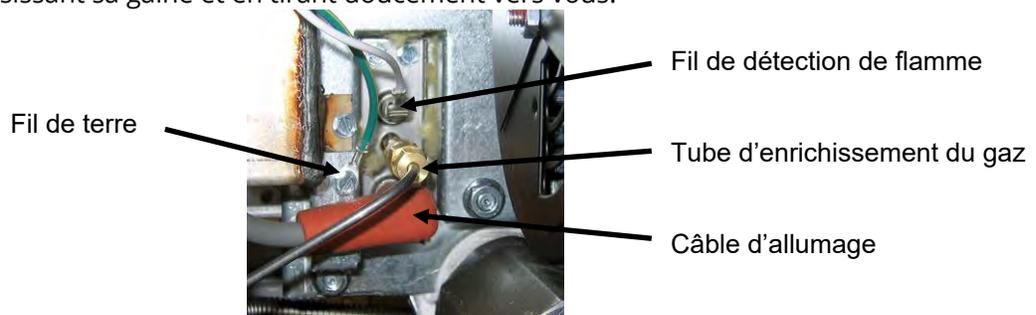

Figure 7
4. Retirer le ventilateur (voir Figure 7 dans la section 1.14.7).
2. Débrancher le fil du capteur de flamme en tirant avec précaution sur la borne enfichable de la languette de la borne de l'allumeur (voir Figure 7). Débrancher le tube d'enrichissement du gaz au niveau du raccord à compression à l'extrémité de l'amorceur. Débrancher le câble d'allumage de l'allumeur en saisissant sa gaine et en tirant doucement vers vous.